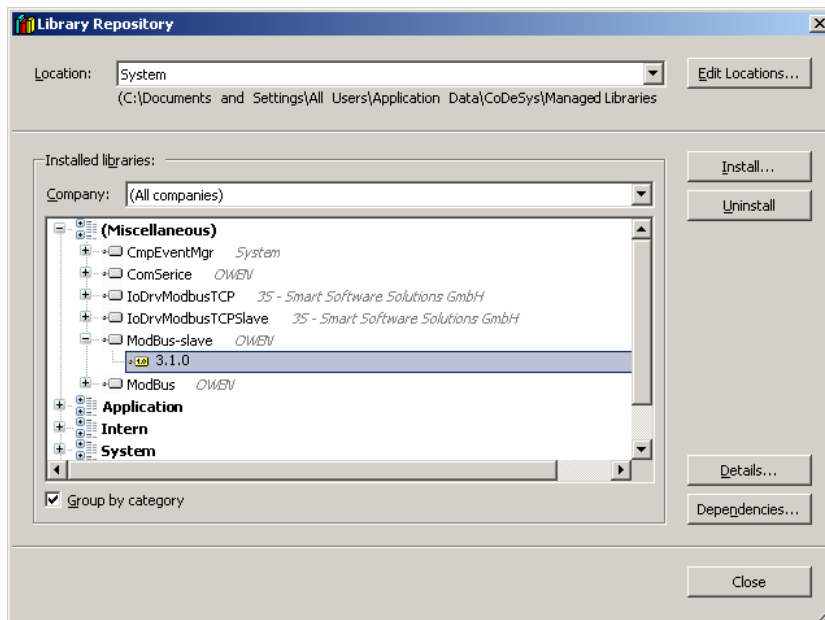
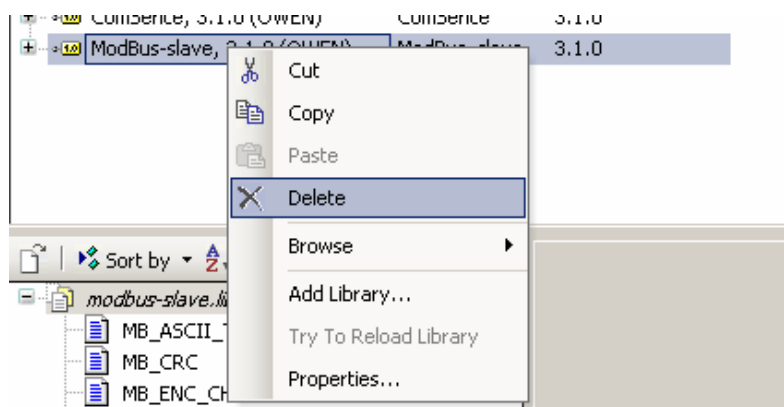

Рисунок 1.3 – Окно Library repository, пример выбора библиотеки.
Рисунок 1.6 – Library manager (управление библиотеками).
После закрытия диалога выбора файла открыть раздел Miscelaneous и и проверить, что библиотека добавилась (рисунок 1.3):
- 1) Выделить требуемую библиотеку в списке библиотек (см. рисунок 1.3) и выбрать ссылку «**Remove library**» справа на вкладке или команду Delete контекстного меню (рисунок 1.6):